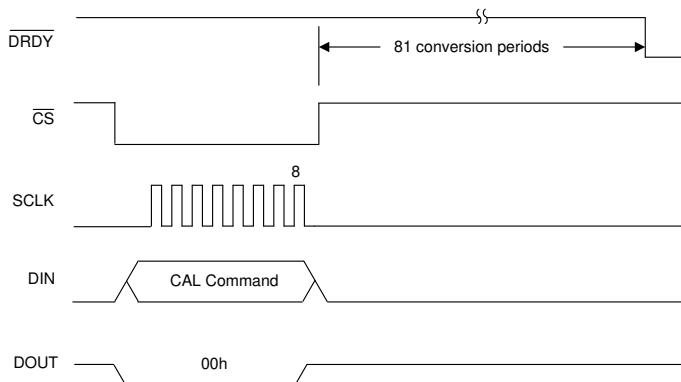

図 7-21. 較正コマンド
- a. OFSCAL コマンド。コマンドが送信された後、 \overline{DRDY} は 81 変換時間後に Low に駆動され、較正が完了したことを示します。オフセットレジスタは、新しい較正値に更新されます。図 7-21 に示すように、最初のデータ出力では新しいオフセット値が使用されます。
- a. GANCAL コマンド。正の dc フルスケール較正電圧を印加します。コマンドが送信された後、 \overline{DRDY} は 81 変換時間後に Low に駆動され、較正が完了したことを示します。ADC は、印加された較正信号とフルスケール コードが等しくなるようにゲインを計算します。図 7-21 に示すように、最初のデータ出力は新しいゲイン値を使用します。